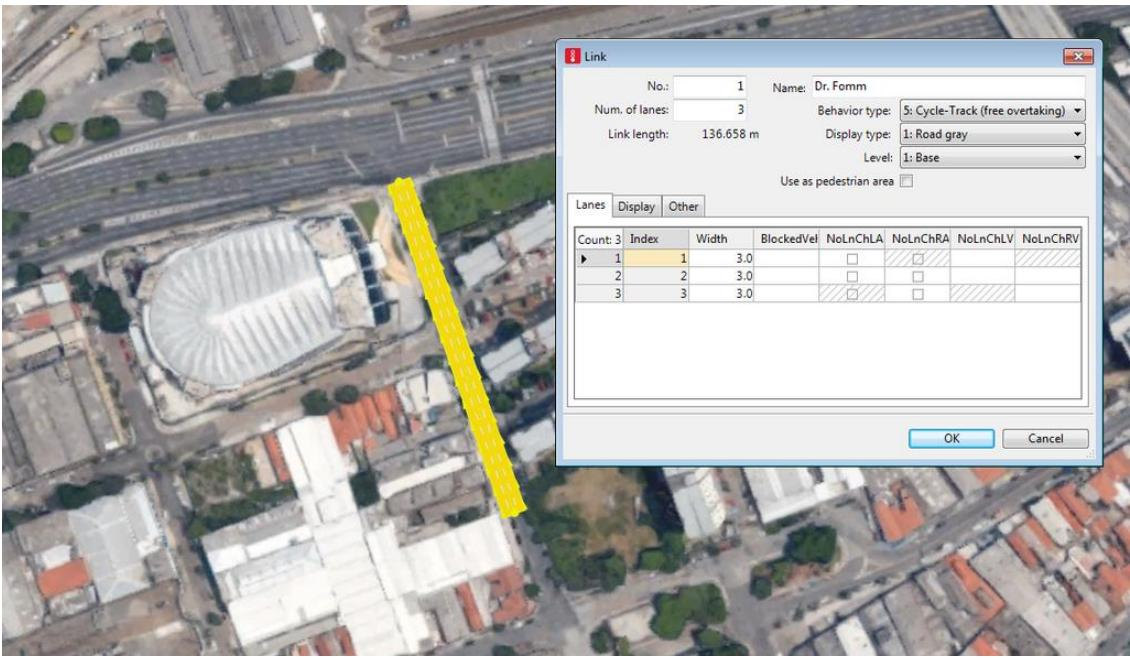

Figura 06
11. Na Rua Dr. Fomm (ver Figura 01), segure o botão CTRL, selecione um ponto de origem com o botão direito e arraste o cursor até o ponto de encontro com a avenida Alcântara Machado, como na Figura 06 a seguir:
12. Na tela seguinte, altere os seguintes parâmetros **number of lanes** (3), **name** (Dr. Fomm), **behavior type** (cycletrack), **width** (3 meters) conforme indica a Figura 06. Clique Ok.